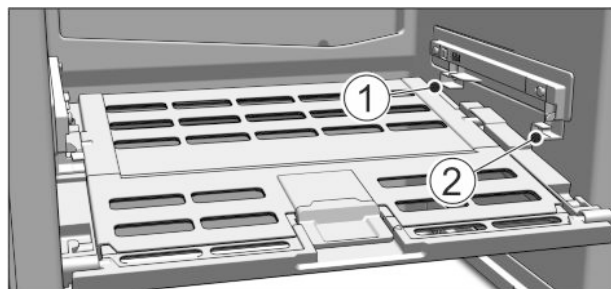

Fig. 50
► Установка крышки отделения с функцией для хранения овощей и фруктов Fruit & Vegetable-Safe: Вставить поперечные ребра крышки через низ в задний держатель Fig. 50 (1) и защелкнуть спереди на держателе Fig. 50 (2).